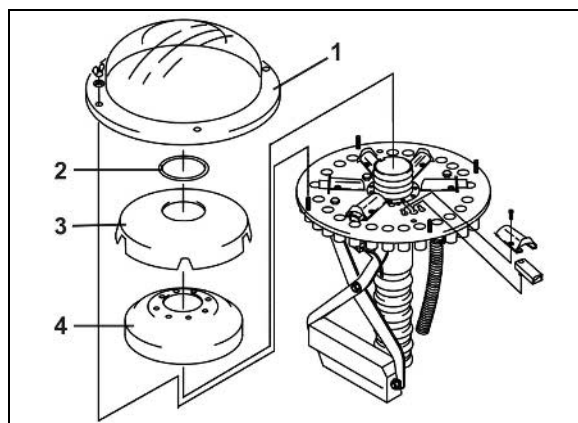

Fig. 143
2. Oliespejlet skal kunne ses i skueglasset (Fig. 143/1).
6. Fyld gearolie på variogearet op til skueglasset (Fig. 143/1) gennem påfyldningsstudsene (Fig. 143/2).
7. Sæt hætte på påfyldningsstudsene efter endt påfyldning (Fig. 143/2).